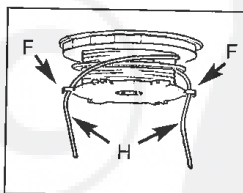

Fig. 9D
6. Führen Sie die jeweiligen Enden der Schnur (H) durch die Öffnungen (F) an der gegenüberliegenden Seite der Spule (Fig. 9D).